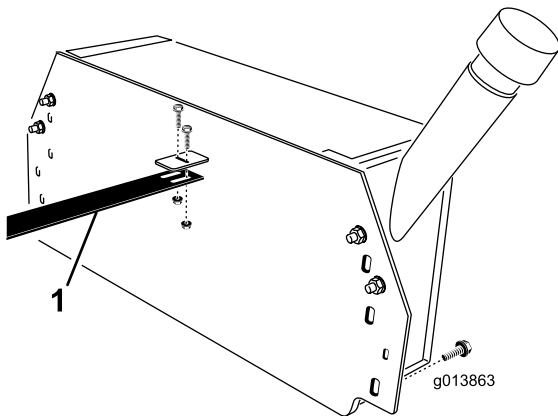

図 9
2. 2本のボルト ($\frac{1}{4} \times \frac{3}{4}$ ") とフランジロックナットを使って、ホースガイドを油圧タンクのブラケットに取り付ける (図 9)。